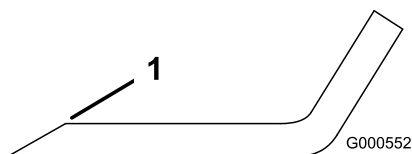

Figure 56
1. Au moyen d'une lime, aiguiser les tranchants à chaque bout de la lame (Figure 56).
Remarque: Si la lame est déséquilibrée, limez un peu l'extrémité de l'ailette seulement (Figure 56).